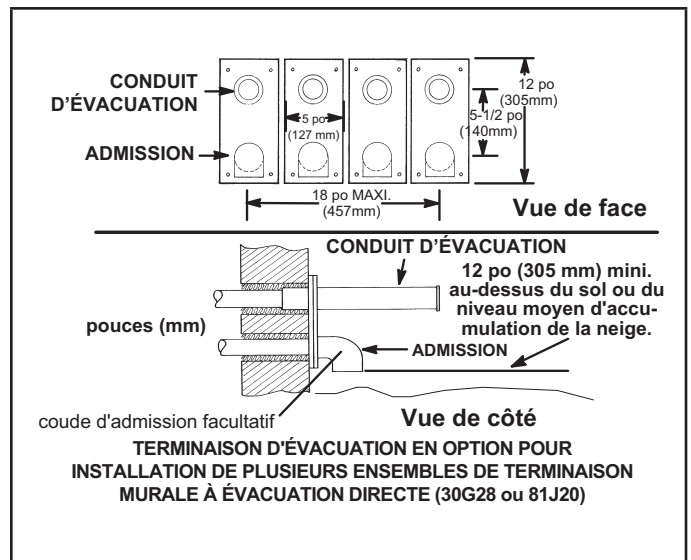

FIGURE 34
- 8 - Selon les recommandations du fabricant, une installation composée de plusieurs générateurs peut être reliée à un groupe de quatre terminaisons ou moins assemblées à l'horizontale, comme illustré à la FIGURE 34.